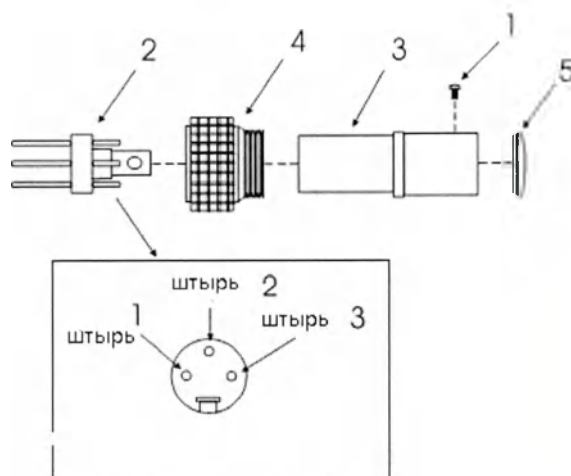

Рис. 7. Сборка коннектора дистанционного блокиратора.
- Снять черный колпачок (5) с коннектора дистанционного блокиратора на задней панели (рис. 7);
- Отвинтить винт (1) и снять металлическое кольцо (4);
- Вынуть коннектор (2) из цилиндра (3);
- Припаять провода внешнего переключателя к штырькам вилки (2) (штырьки 1 и 3) и вставить вилку (2) в цилиндр (3);
- Надеть металлическое кольцо (4) на цилиндр и затянуть винт (1).